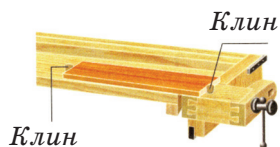

Рис. 6. Закрепление для строгания плоскости
4. Закрепи заготовку для строгания плоскости (рис. 6).